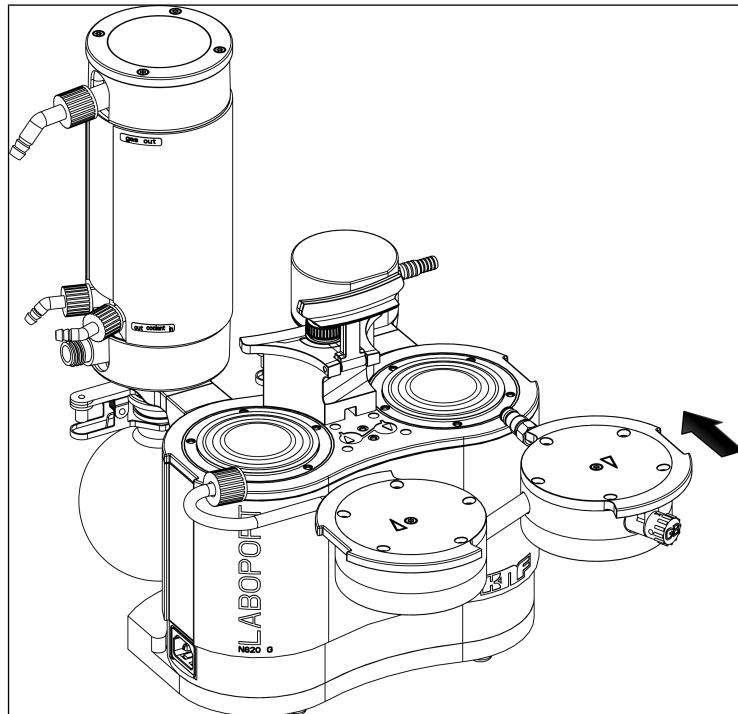

Fig.15: Montaje del cabezal de la bomba
1. Colocar las membranas (7) en posición central.
2. Presionar todo el borde alrededor de ambas membranas (7).
3. Colocar la tapa del cabezal (3) según el pasador (5) en la placa intermedia (6).
4. Colocar la placa de presión (2) sobre la tapa del cabezal (3) según la marca del lápiz.
6. Insertar los cabezales de la bomba (compuestos por tapa del cabezal (3), placa intermedia (6) con placas de válvula/juntas (4) y placa de presión (2)) junto con el tubo de conexión en la carcasa de la bomba siguiendo la marca hecha con el lápiz (ver Fig. 15).
**i** Observar que la conexión de manguera (11) se introduce recta en el adaptador para separador.
7. Enroscar el tornillo de fijación de la conexión de manguera (11) 1-2 vueltas manualmente.